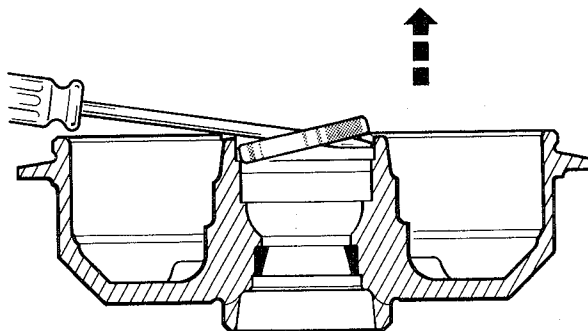

fig. 7
3. Remover o vedador e o rolamento cônico interno (fig. 7)